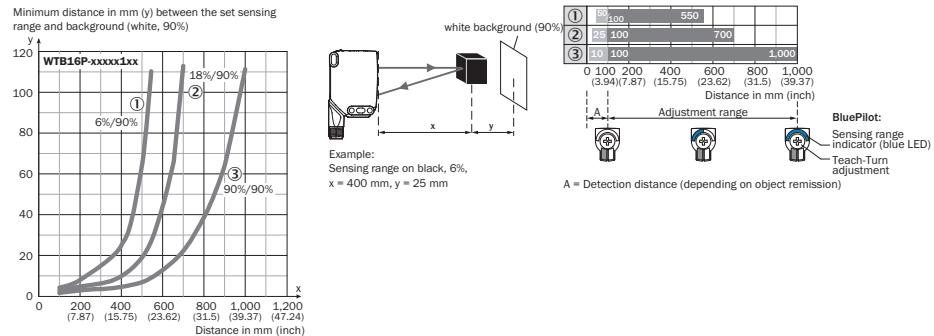

Figura 39: Curva característica 1, WTB16P-xxxxx1xx, luz vermelha
A distância mínima (= y) para a supressão do fundo pode ser determinada a partir do gráfico [figura 39 ①] do seguinte modo: